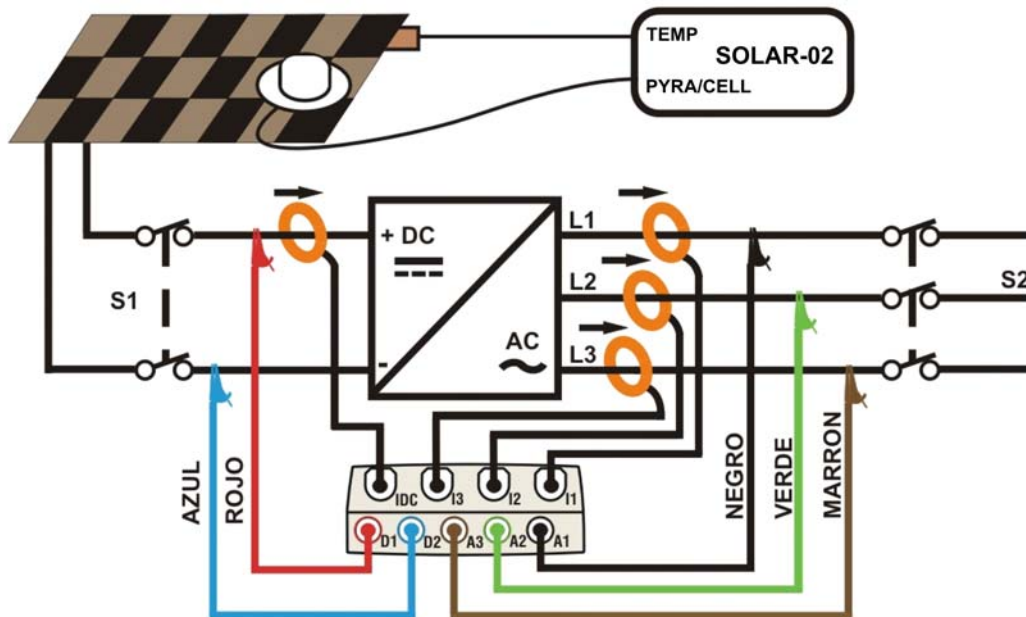

Fig. 217: Conexionado del instrumento en un sistema FV-3 con SOLAR-02
3. Conecte las entradas **D1** y **D2** respectivamente a los polos positivo y negativo de la salida del ramal. Conecte las entradas **A1**, **A2**, **A3** a los conductores de Fase respetando los colores como muestra la Fig. 217